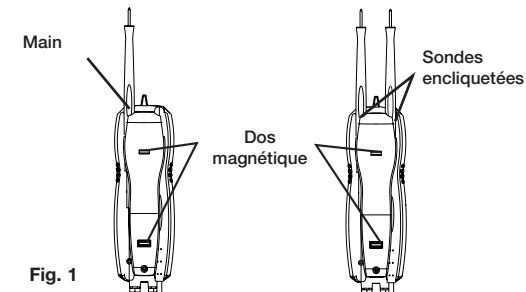

Fig. 1
- Cet ohmmètre est conçu avec des supports de sonde et des aimants pour une flexibilité maximum et des tests à une seule main. Voir les illustrations de la Fig. 1 pour les réglages standard.